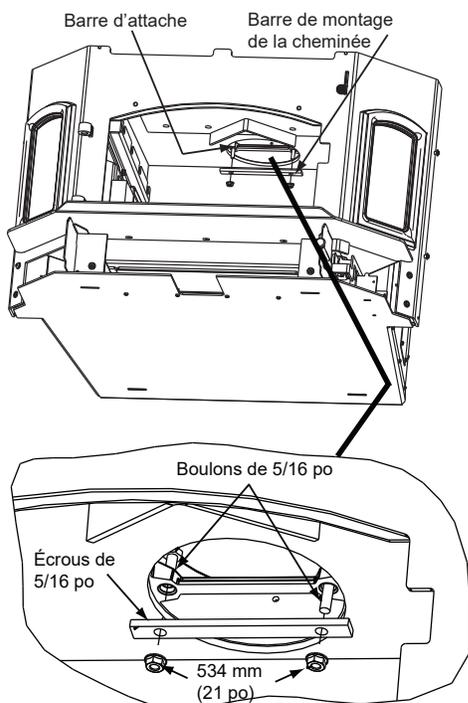

Figure 18.2
1. Une fois l'appareil en place et fixé, atteignez et saisissez la barre de fixation à travers l'ouverture de la cheminée et tirez-la vers le bas à l'intérieur de l'ouverture de la cheminée (Figure 18.2).